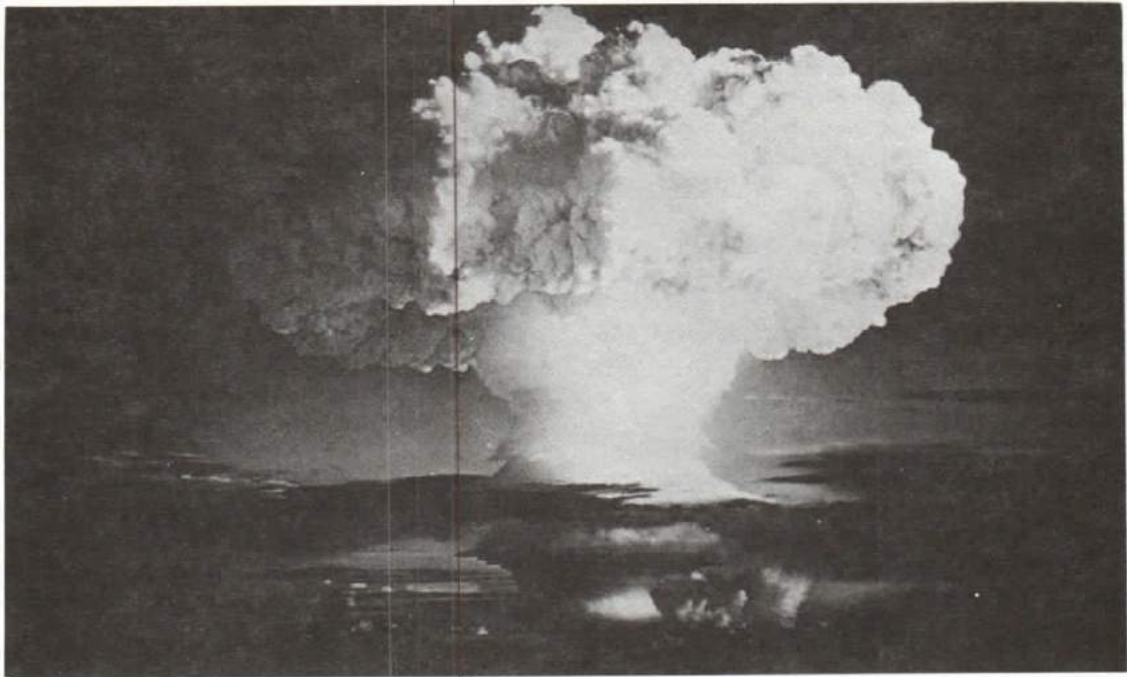

Figure 8-49
5. A bomb-burst in the sea gives off a shock wave through the water which will damage the hulls of ships within a certain range. In addition to this a cloud is formed. See Figure 8-49. This cloud is very similar to the usual type except that the water particles in it are radioactive. It spreads outward from the explosion and drops radioactive water on everything it passes over.
5. Une explosion sous-marine produit dans l'eau une onde de choc qui endommage la coque des navires dans un certain périmètre. De plus, il se forme un nuage qui ressemble beaucoup au nuage ordinaire, sauf que les gouttelettes d'eau qu'il contient sont radioactives (voir la figure 8-49). Ce nuage s'agrandit à partir du point d'éclatement et fait retomber des gouttelettes d'eau radioactives sur tout ce qui se trouve sur son chemin.